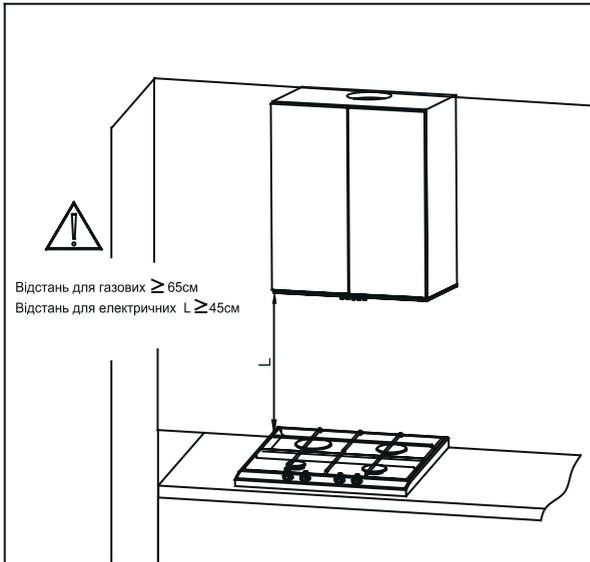
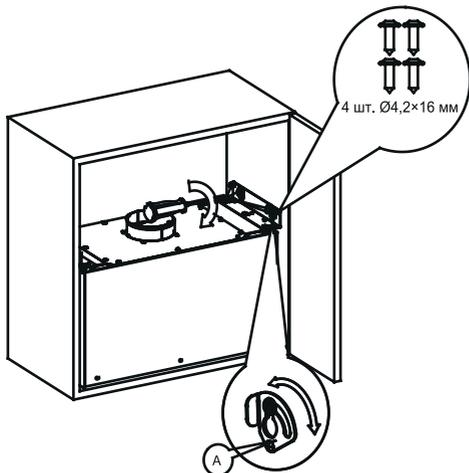

Рис. 2. Рекомендована висота для монтажу витяжки
Рис. 6. Встановлення витяжки
Дотримуйтесь рекомендацій зі встановлення витяжки та повітропроводу наведених на **Рис. 2 - Рис. 6**. Витяжку обладнано штифтами кріплення, що підходять до більшості стін та стель. Протягом установки витяжки дотримуйтесь загальних правил виведення повітря з приміщень.
4. Вставте витяжку в монтажний отвір таким чином, щоб отвори в її верхній частині співпали з отворами встановлених в шафі кронштейнів. Затягніть гвинти й надійно зафіксуйте витяжку на кронштейнах, а також поворотний фіксатор «А» (Рис. 6). Переконайтеся в надійності усіх кріплень.